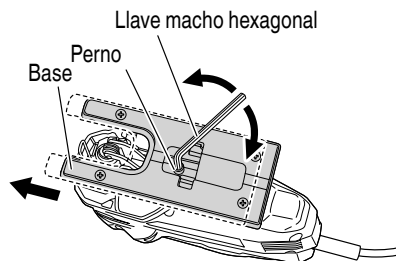

Fig. 12
- (1) Afloje el perno de base con la llave macho hexagonal provista en la base. (Fig. 12)
- (2) Mueva la base completamente hacia adelante, y vuelva a apretar el perno de la base. (Fig. 12)
(2) Mueva la base completamente hacia adelante, y vuelva a apretar el perno de la base. (Fig. 12)
(3) Ajuste la posición orbital a "0".
- (3) Apriete de nuevo el perno de base. (Fig. 12)
(4) Ajuste la posición orbital a "0" - "III".